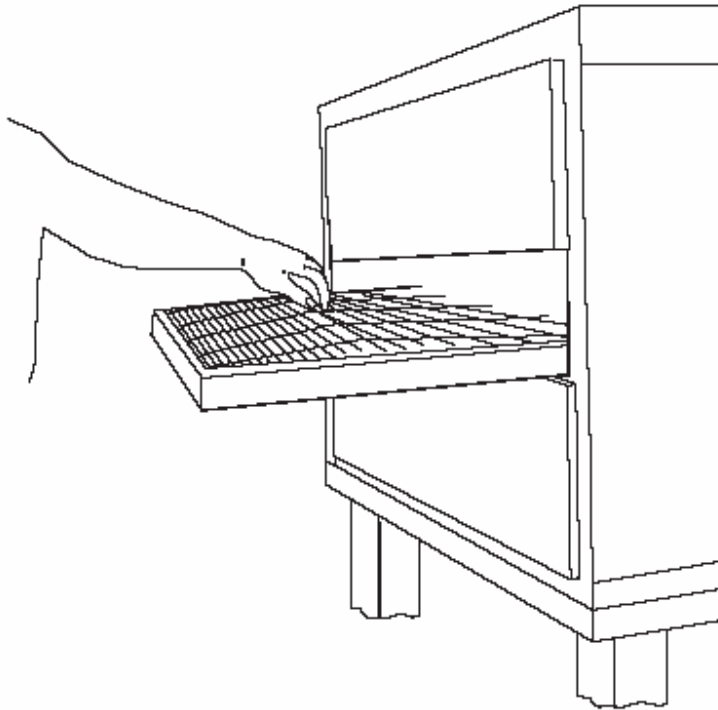

Рисунок 4-23
1. При открытом узле конвейера, станьте у одного конца конвейера и проверьте натяжение путем подъема ремня конвейера в центре проема камеры печи (смотри рисунок 4-23). Ремень не должен подниматься выше, чем 1-2 дюйма (75-102 мм).